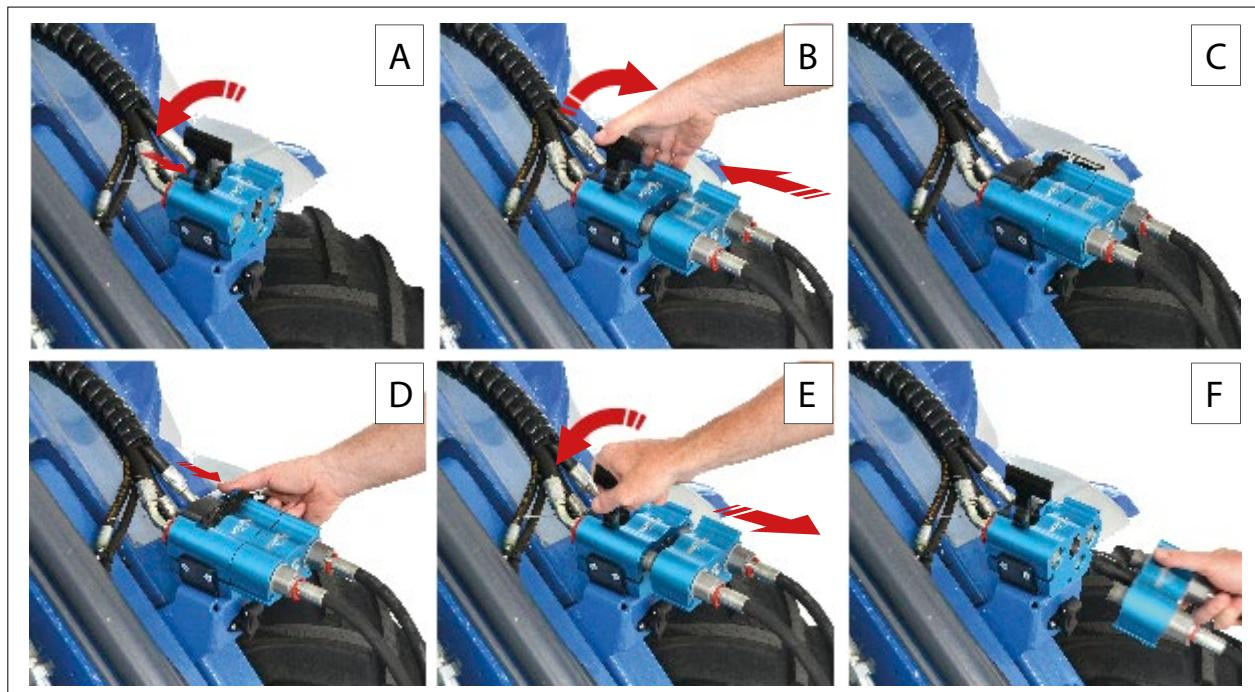

РИС. 24
- 2) Нажмите кнопку блокировки (**РИС. 23 - Сс. 2**) на ручке замка и поднимите ручку замка (**РИС. 23 - Сс. 3**) открытое положение (**РИС. 24 - Сс. A**).
- 4) Потяните стопорную ручку (**РИС. 24 - Сс. B**) вниз, зафиксировав ответную часть адаптера в разъеме (**РИС. 24 - Сс. C**).
- 1) Нажмите кнопку блокировки (**РИС. 23 - Сс. 2**) на ручке замка и поднимите ручку замка в открытое положение (**FIG. 24 - Сс. D и E**).
- 2) Отсоедините гидравлические трубы навесного оборудования от машины (**РИС. 24 - Сс. F**).